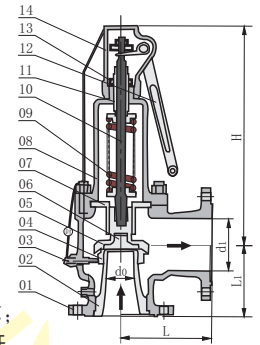

图2
- 开启压力已经调整好的安全阀,若回座压力及排放压力不符合要求,则可利用改变调节圈03[见图2]的位置来调整,调节圈有单调节圈和双调节圈之分;